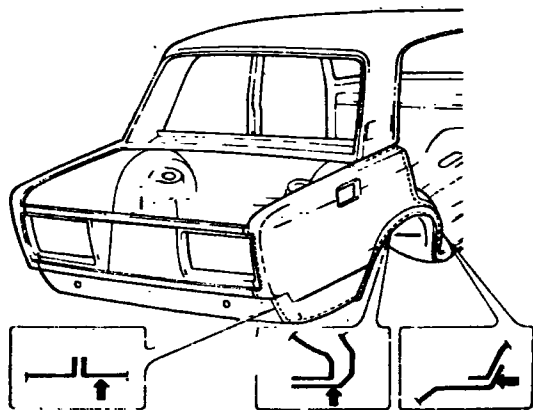

Рис. 8-34. Замена заднего крыла. Стрелками на фрагментах указаны места рубки крыла. Пунктиром обозначены линии рубки
- с аркой заднего колеса по изгибу (рис. 8-34), отступив от кромки крыла 12-15 мм;